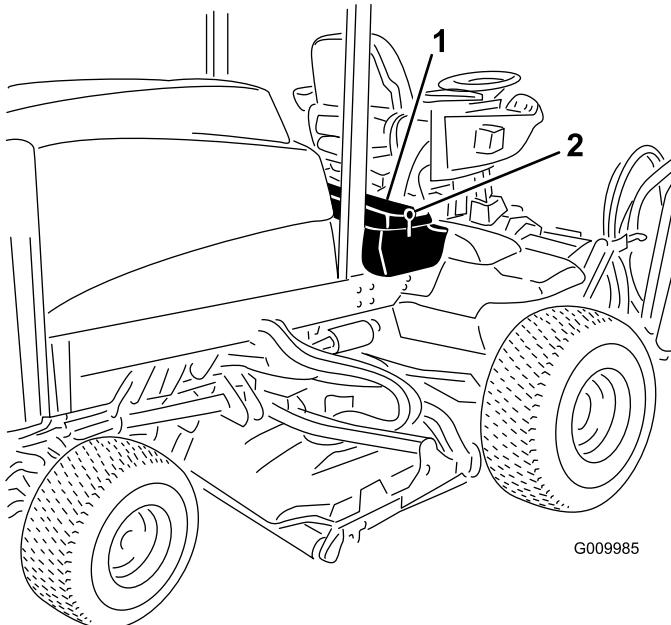

Figura 91
- Desenganche y levante el panel de la consola del operador (Figura 91).